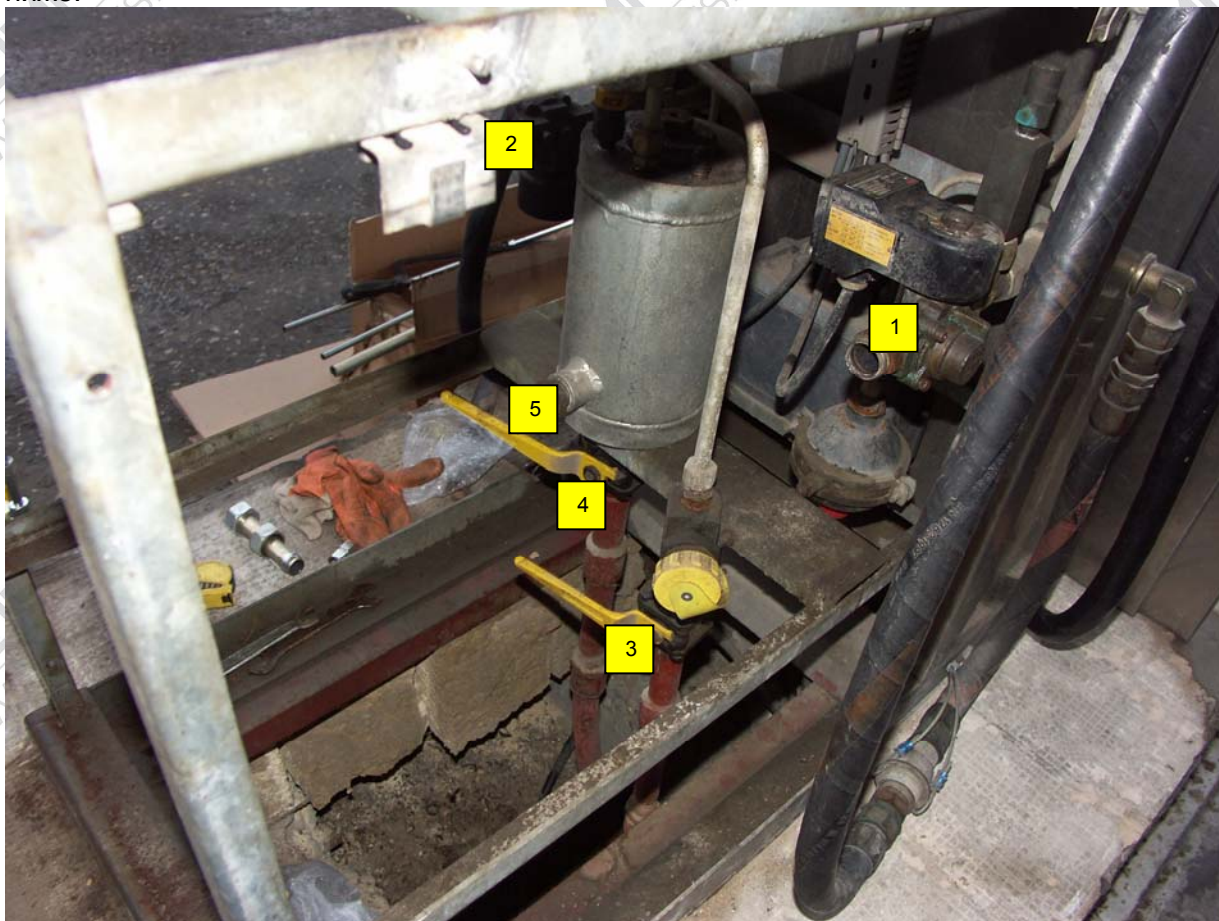

Рис.1
- а. Расстояние до подключения к сапаратору (п.5, Рис.1) должно позволять установку углового соединения (RVS 22mm)